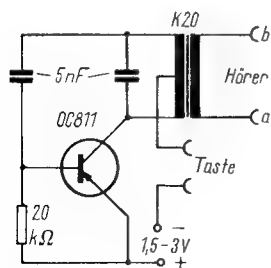

Bild 5 Tongenerator mit induktiver Rückkopplung
Tongeneratoren mit induktiver Rückkopplung lassen sich verhältnismäßig einfach nachbauen. Sie sind vor allem deshalb sehr beliebt, weil man nicht an Spezialbauteile gebunden ist, sondern Trafos der verschiedensten Typen verwenden kann. Auch an die Transistoren werden keine besonderen Anforderungen gestellt: Bild 5 zeigt eine Schaltung für einen Tongenerator mit induktiver Rückkopplung. Die Werte der Widerstände und Kondensatoren können der Schaltung entnommen werden. Verwendet man als NF-Trafo den bekannten kleinen Treibertrafo K 20 aus dem Transistorenempfänger „Sternchen“, so läßt sich der gesamte Generator äußerst klein
Der geringe Platz, den ein Tongenerator bei Verwendung von Miniaturbauteilen benötigt, gestattet den Einbau in eine Morsetaste. Um den Transistorsummer in der Taste unterbringen zu können, verwendet man nur kleinste Bauteile. Der Handel bietet den aus dem Transistorempfänger „Sternchen“ bekannten Gegentakt-Ausgangstrafo unter der Bezeichnung „K 21“ an. Mit ihm, einem Transistor vom Typ OC 810 (811), mit 2 Stück 5-nF-Miniaturkondensatoren und einem 20-kOhm-Widerstand von 0,1 W wurde der Summer auf einem kleinen Pertinaxbrettchen aufgebaut. Die Schaltung ist ähnlich der in Bild 5.